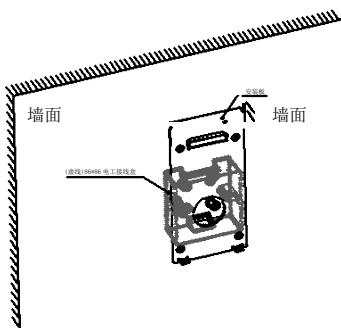
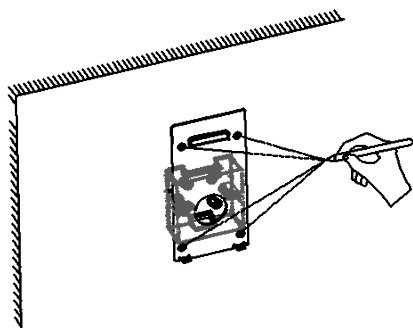

图 2-1
图 2-2
- 1、将安装板底部对齐电气接线盒底部，左右方向以中心对齐即两个配件相互居中，然后向下平移约 23 mm，与墙靠平，如图 2-1 所示 2、用记号笔通过安装板上面的四个螺丝孔位，在墙上做好记号，如图 2-2 所示